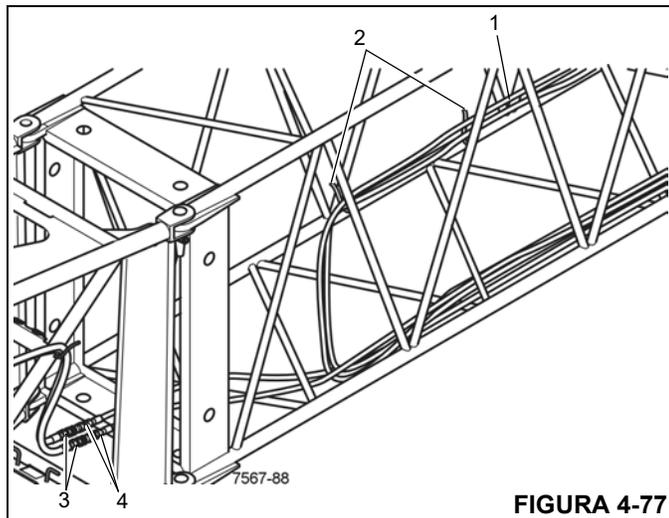

FIGURA 4-77
1. Retire la manguera larga (1) (Figura 4-77) de los sujetadores (2) en la extensión.
3. Retire las tapas protectoras y conecte las mangueras de la extensión plegable (3) a los extremos de manguera largos (4).
4. Fije las mangueras (1) (Figura 4-77) en los sujetadores (2) para asegurar que las mangueras no se dañen durante el funcionamiento.
3. Fije las mangueras (2) en el sujetador (3) en la sección de 36 pies (11 m).
4. Almacene las mangueras largas (1) (Figura 4-77) en los sujetadores (2) provistos.